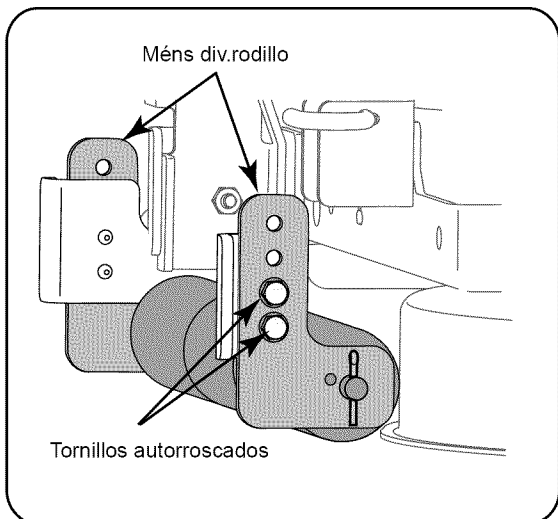

Figura 13
- Posicione el montaje de rodillos para que los rodillos se encuentren aproximadamente entre 1/4" y 1/2" sobre la superficie plana del suelo. Alinee dos de los orificios más cercanos de la ménsula divisora con los orificios de las ménsulas de montaje de la plataforma. Vea la Figura 13.
- Sujete el montaje de rodillos con los cuatro tornillos autorroscados. Vea la Figura 13.